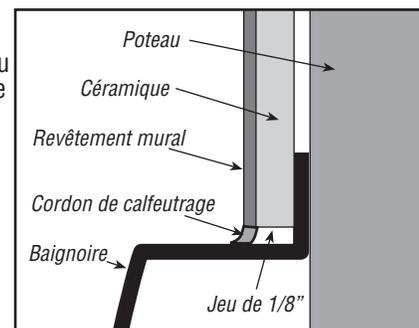

Figure 4
- 4** Si vous installez un ensemble mural correspondant, suivez les instructions « Installation de l'ensemble mural » ci-dessous. Lorsque vous installez le tableau vert et le revêtement mural, laissez un espace de 1/8 po entre le rebord de la baignoire et le matériau constituant du mur pour contribuer à réduire la chance que l'eau pénètre à l'intérieur du tableau vert. Une fois le mur terminé, scellez ce jeu à l'aide de calfeutrage (fig. 4).